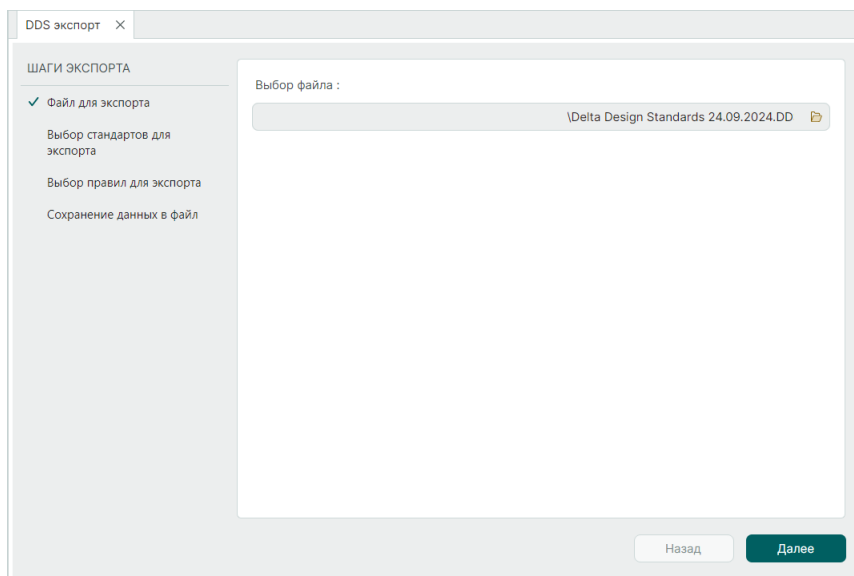

Рис. 8 Выбор директории для сохранения экспортируемых стандартов
2. В открывшейся вкладке экспорта укажите путь, по которому будет сохранен экспортируемый набор стандартов. Нажмите  и в окне проводника выберите директорию для сохранения файла с набором стандартов, см. Рис. 8.